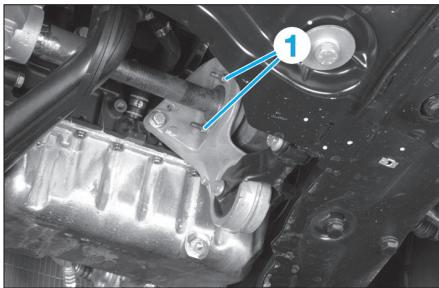

Fig. 2
- Desserrer les 2 écrous (1) du palier intermédiaire de la transmission droite (Fig.2).